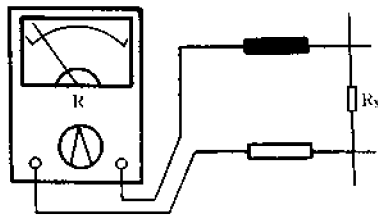

图 2-16 测量电阻
(1) 选择转换开关挡位。对于只设有一个转换开关的万用表,应将其拨至“ $\Omega$ ”挡位上,在该挡位上通常有 5 个量程,分别为  $R \times 1$ 、 $R \times 10$ 、 $R \times 100$ 、 $R \times 1k$ 、 $R \times 10k$ 。对于设置有两只转换开关的万用表,应将功能开关拨至“ $\Omega$ ”位置,再将量程开关拨至适当的量程。
(2) 调零。将万用表的两个表笔短接后,调节面板上的电阻调零旋钮,使指针指在  $0\Omega$  位置上。调零是测量电阻之前必不可少的步骤,而且每换一个量程都需要重新调整一次。
(3) 测量。右手握两表笔,将表笔跨接在被测点上,见图 2-16。